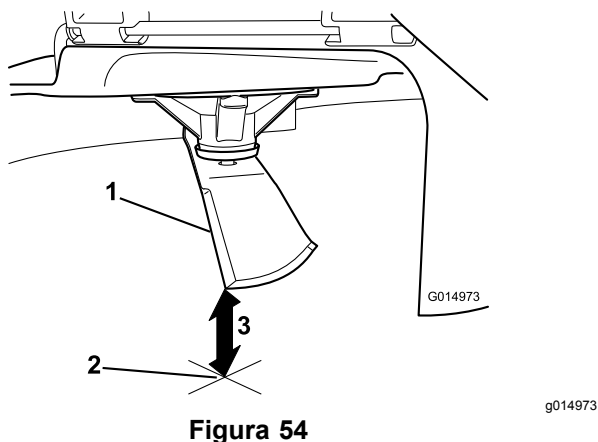

Figura 54
- Mida desde la punta de la cuchilla hasta la superficie plana (Figura 54).